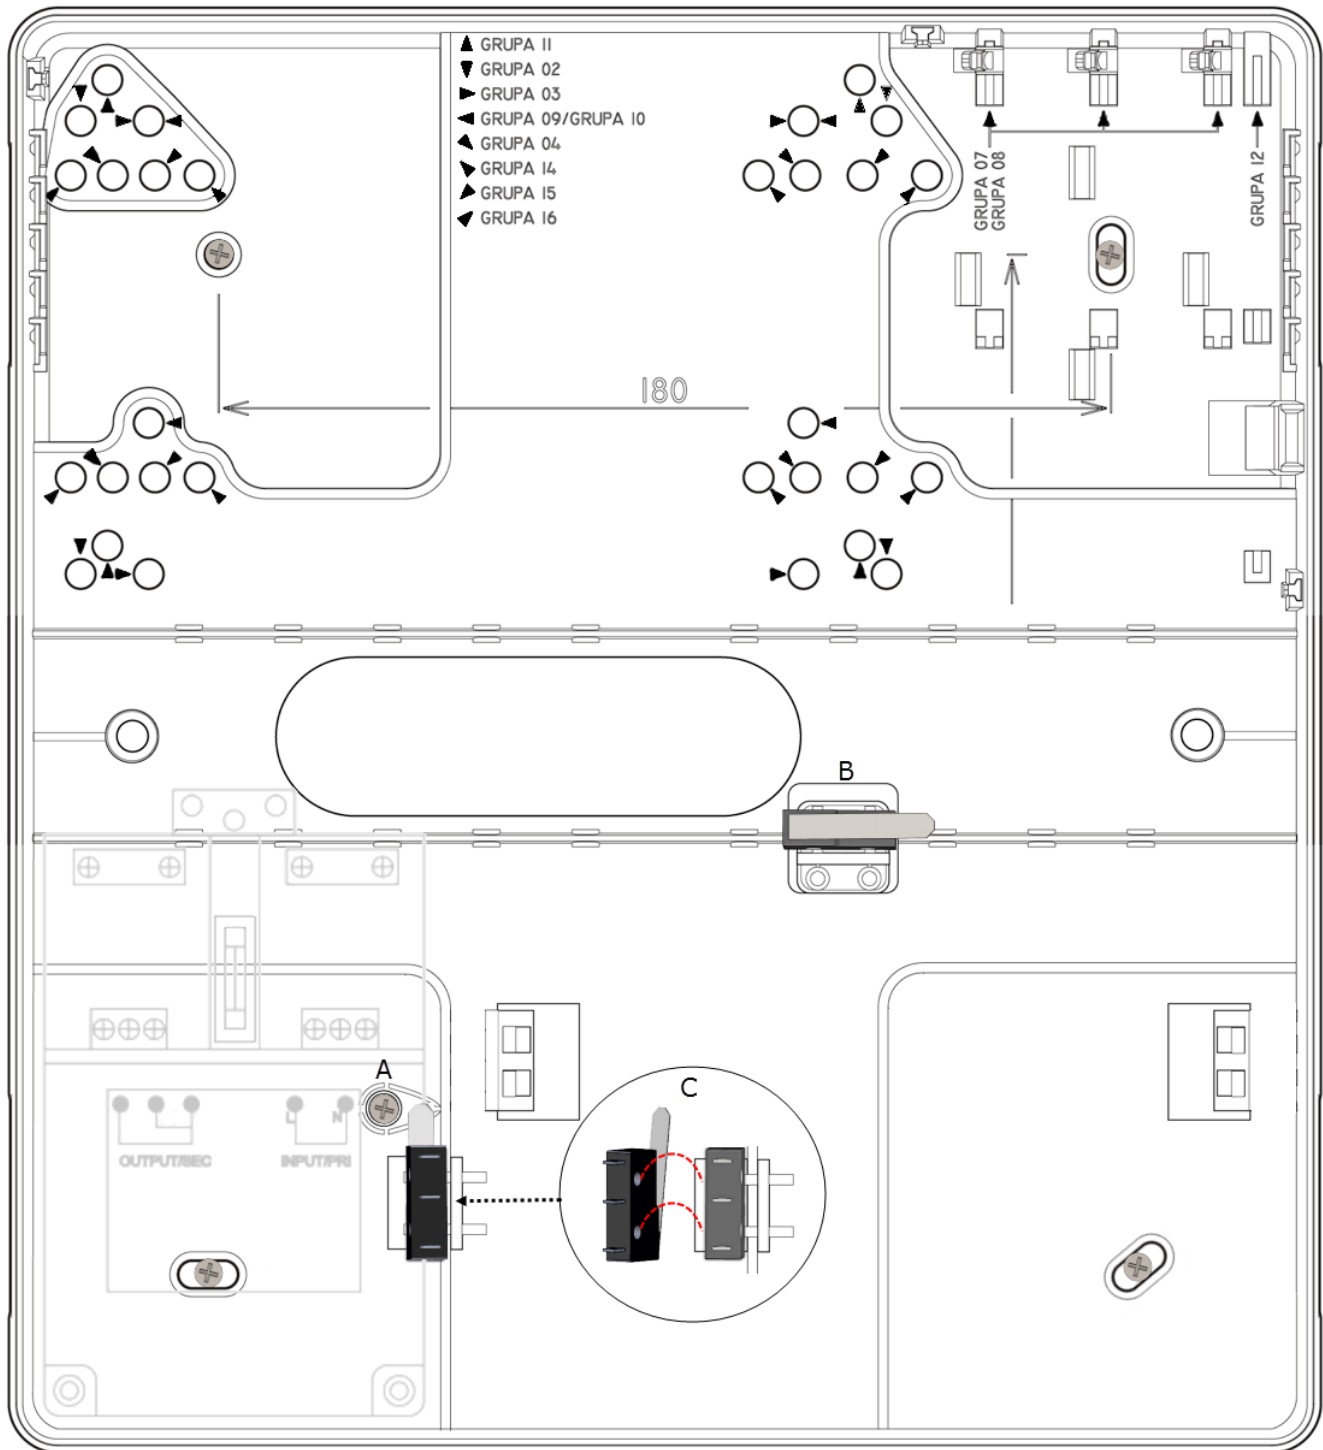

Fig. 1. Installatie overzicht OPU-4 [GRUPA=GROEP].
Tabel 1. Apparaten welke geïnstalleerd kunnen worden in de OPU-4 P en OPU-4 PW behuizing (zie ook Fig. 1).
1. Plaats de plastic printplaat steunen voor het bevestiging van de printen in de daarvoor bestemde gaten van de behuizing (de markeringen maken het eenvoudig de juiste gaten te selecteren – zie Fig. 1 en Tabel 1).
4. Zet met een schroef het kunststof sabotage verbreekelement vast voor beveiliging van het montageoppervlak (naast de transformator – positie A – Fig. 1).
6. Soldeer (indien nodig) de meegeleverde bekabeling aan op de sabotagecontacten. Schroef één sabotagecontact vast (ongeveer in het midden van de behuizing – positie B – Fig. 1), met de soldeer contacten naar beneden toe, zodat het contact sluit als de behuizing gesloten wordt. Het andere sabotagecontact wordt vast gezet op de basis van de behuizing, met de soldeer contacten naar boven toe (naast de transformator – positie C – Fig. 1), zodat het metalen gedeelte tegen het plastic sabotage verbreekelement aandrukt (zie punt 4).
10. Indien printen geplaatst gaan worden in de houders van groep 7,8 en 12 (zie: Fig. 1), sluit dan eerst de bekabeling van deze apparaten aan en plaats dan deze in de houders.